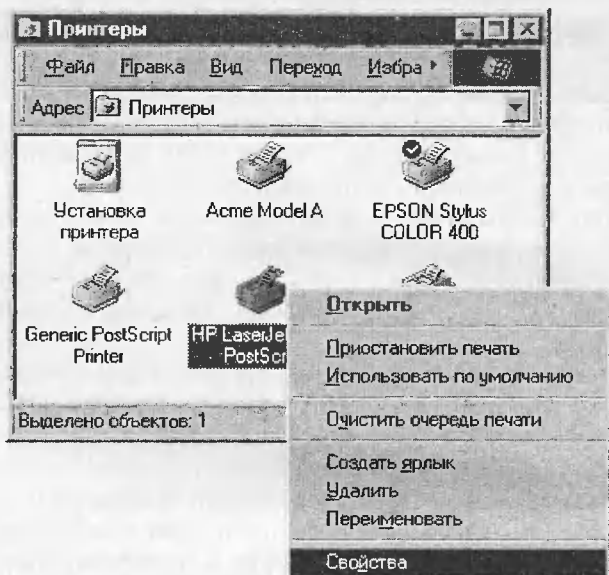

Рис. 3.116. Выбор свойств PostScript-принтера
- выполнить команду *Пуск|Настройка|Принтеры*, щелкнуть правой кнопкой на пиктограмме PostScript-принтера и выбрать из контекстного меню пункт *Свойства* (см. рис. 3.116);